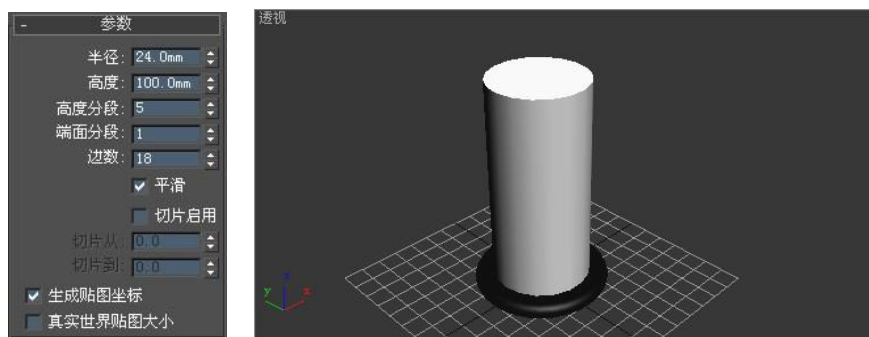

图 2-48 创建白色圆柱体
(3) 单击“圆柱体”按钮, 在顶视图中创建圆柱体, 在参数面板中设置圆柱体的参数, 如图 2-48 所示, 颜色选择白色, 运用对齐方式, 使圆柱体与切角圆柱体对齐。